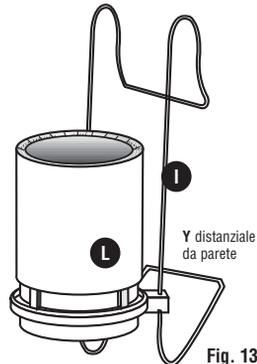

Fig. 13
1) Assicurate il supporto **1** al corpo filtro **L** tramite gli appositi agganci, individuabili su quest'ultimo. Per montare correttamente il supporto **1**, si ricorda che l'estremità curvata a 180° **X** funge da aggancio al bordo-vasca, mentre l'estremità curvata a 45° **Y** identifica il distanziale da parete (vedi Fig. 13).